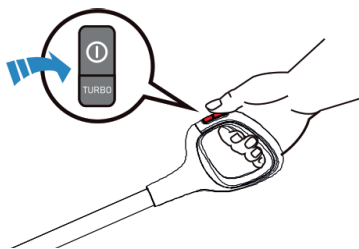

Fig. 11
- O interruptor de ligar/desligar do aparelho encontra-se na parte superior da pega, conforme ilustrado na Fig. 11. Pressione o botão para iniciar. Por defeito, é selecionado o modo normal de funcionamento (potência baixa) ao iniciar o aparelho.